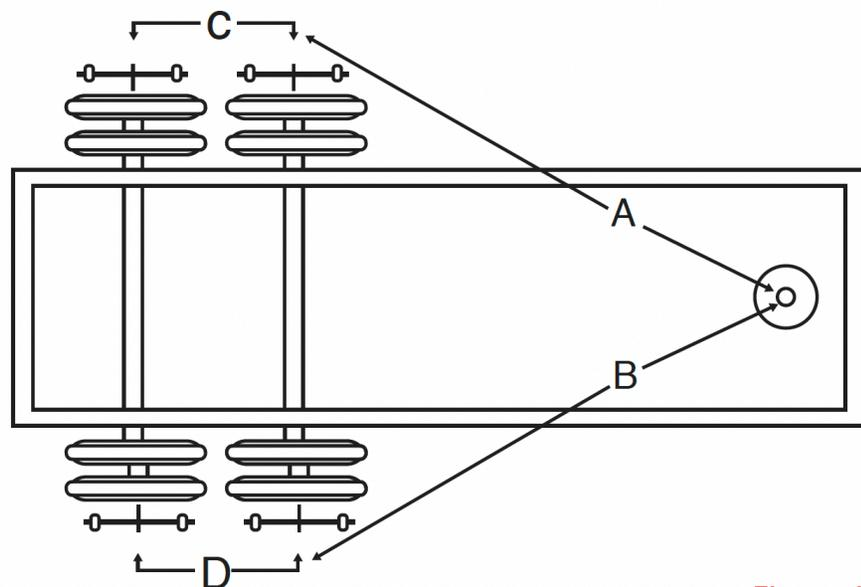

Figura 1
4. Una vez desenganchado el remolque, se procede a revisar la alineación. Mida con una cinta métrica la distancia entre el perno rey y la punta de la pieza señalada que va atornillada en la parte inferior de cada tambor (distancia A y B, la tolerancia permitida entre ellas es de $\pm 1/8''$) (*Ver Figura 1*).
Repita la operación para el lado derecho del eje y verifique si son iguales las medidas, si no son iguales se debe proceder a alinear los ejes (*Ver Figura 1*).
5. Si el eje frontal está alineado, mida las distancias entre los ejes traseros y frontales en los dos lados. Las distancias D y C deben ser iguales (*Ver Figura 1*).